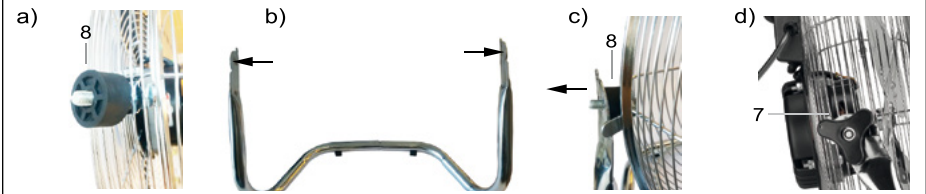

Fig.84: Suspendarea coșului pentru grilajul de protecție în suport
9. Împingeți câte un distanțier (8) pe elementele de agățare cu șurub din partea dreaptă și stângă pe grilajul de protecție al ventilatorului, fig. 84 a).
10. Împingeți ventilatorul cu elementele de agățare cu șurub și cu distanțierele în suporturi, fig. 84 b și 84c.
11. Fixați coșul cu piulițele manuale în triunghi, fig. 84 d.